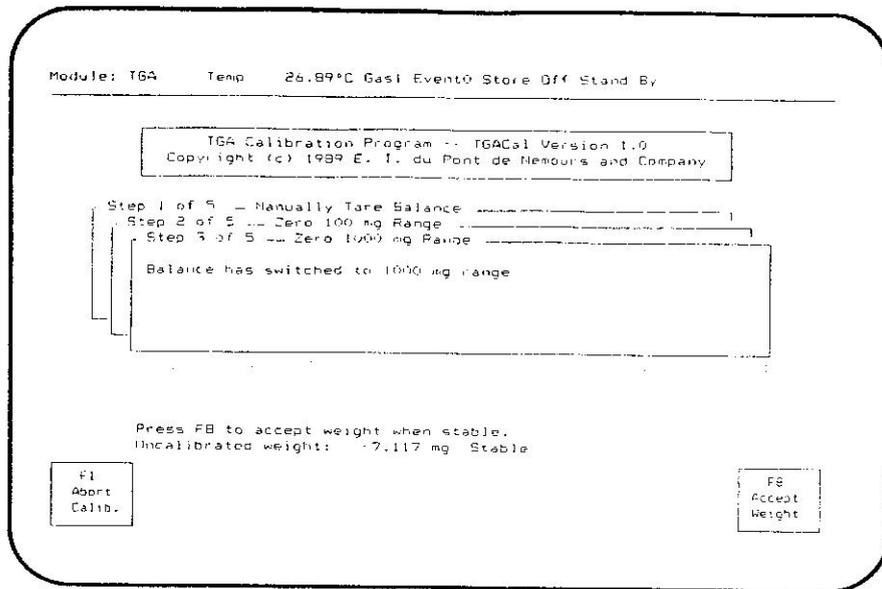

Bild 34
15. Warten Sie, bis sich das Gewichtssignal stabilisiert hat (erkennbar an dem Erscheinen der Meldung "Stable" neben der Gewichtsanzeige), und drücken Sie F8 (Accept Weight). Es erscheint die dritte Anweisung (Abb. 34).